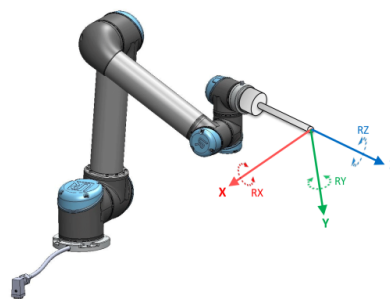

Figure 13.2: ツール (TCP) のフィーチャー
- ・ ツールフィーチャーは現在の TCP 中心を起点に位置します (図 13.2 参照)